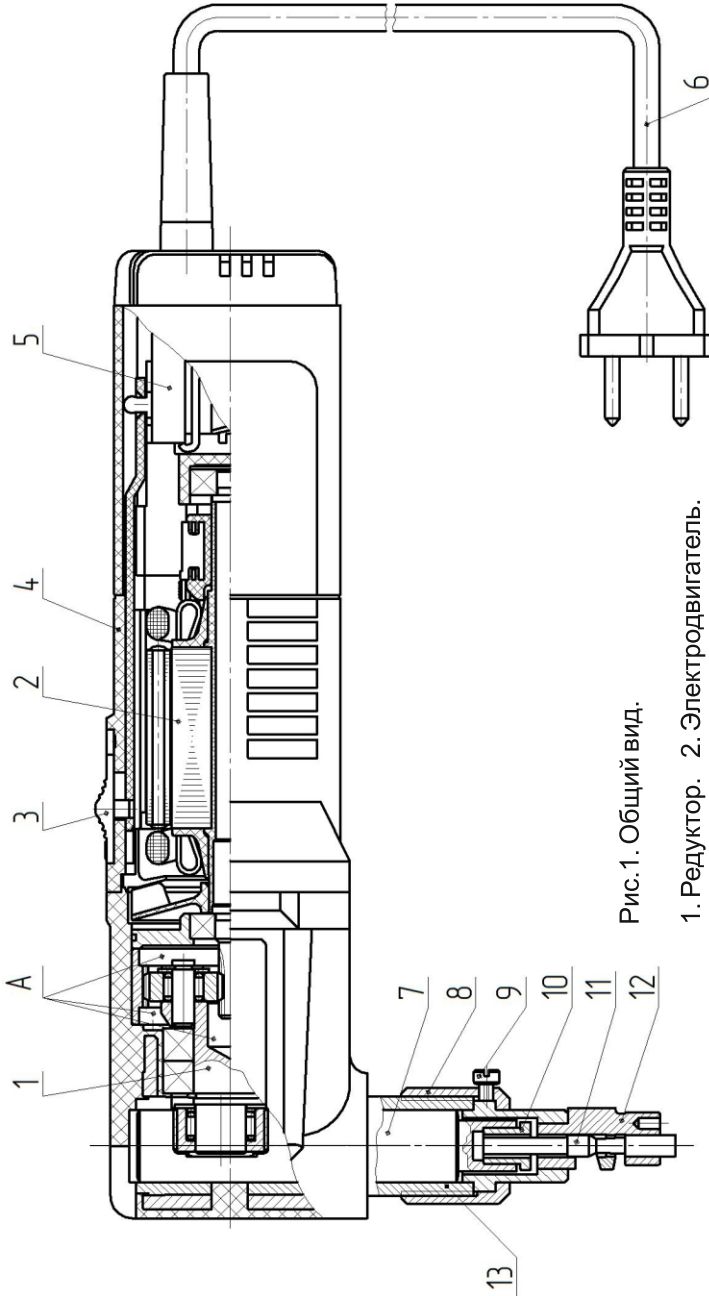

Рис.1. Общий вид.
Ножницы (рис.1) состоят из следующих основных частей: электродвигателя (2), редуктора (1), корпуса (4) со встроенным выключателем (5) и фильтром для подавления помех радиоприему, бегунка (11), направляющей (12), токоподводящего шнура (6).
Запрещается включать ножницы, когда в пазу направляющей (12, рис.1) находится разрезаемый лист.
В редуктор и подшипники закладывать смазку СМ₁-М₂ 4/12-Г2 или СМ₁-М₂ 4/12-2 ТУ38.101.320–77 или СИОЛ ТУ38-10152–74 или Литол-24 ГОСТ 21150-87, предварительно удалив старую смазку. Заполнить полость А (рис.1) на 2/3 объема, шариковые подшипники до уровня шариков, роликовые подшипники до уровня защитных шайб, впадины зубчатых колес вышеуказанной смазкой.